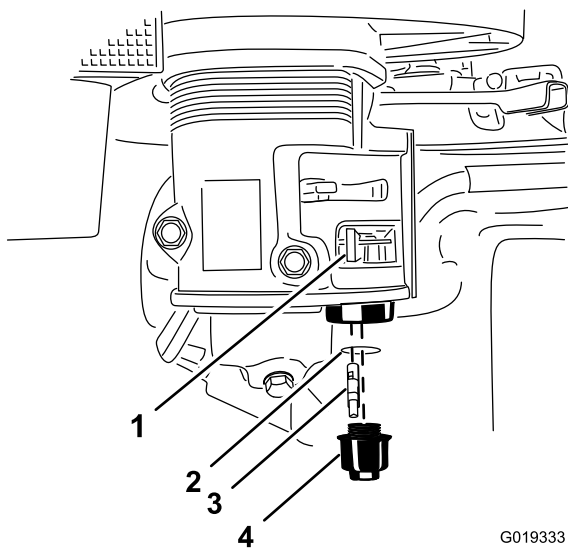

Figure 50
4. Tournez le robinet d'arrivée de carburant complètement à gauche en position FERMÉE (Figure 50).
5. Dévissez la cuvette de décantation (Figure 50).
6. Déposez et conservez le filtre à carburant et le joint torique (Figure 50).
9. Posez le filtre à carburant au fond du carburateur (Figure 50).